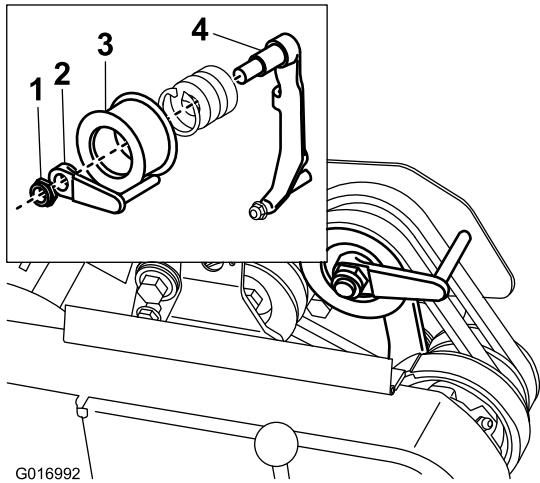

図 40
8. エンジンを使わずに、楽に機体を押したり引いたりすることができるよう、ベルトガイド(図 40; 挿入図)を以下のように調整しておきます: